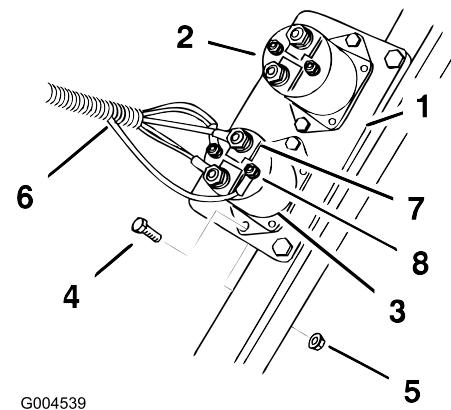

Figura 7
2. Instale el solenoide en la placa existente, usando dos pernos (Nº 10 x 3/4 pulgada) y dos contratuerzas (Nº 10), según se muestra en Figura 7.